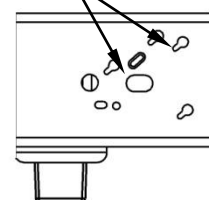

Figura 4b
2. **En vehículos Pickup con controlador de freno de remolque OE:** Reubique el enchufe eléctrico que se encuentra en el interior del bastidor del costado del conductor por encima de la rueda posterior (ver Figura 4a). El enchufe se puede retirar del bastidor al aflojar los dos pernos en el exterior del bastidor y empujando las cabezas del perno a través de las ranuras del orificio de la llave como se muestra en la Figura 4b. Una el enchufe al soporte angular que se suministra con el kit de montaje. El soporte se instalará en el interior del bastidor con un perno de 5/8" en un paso de instalación posterior.